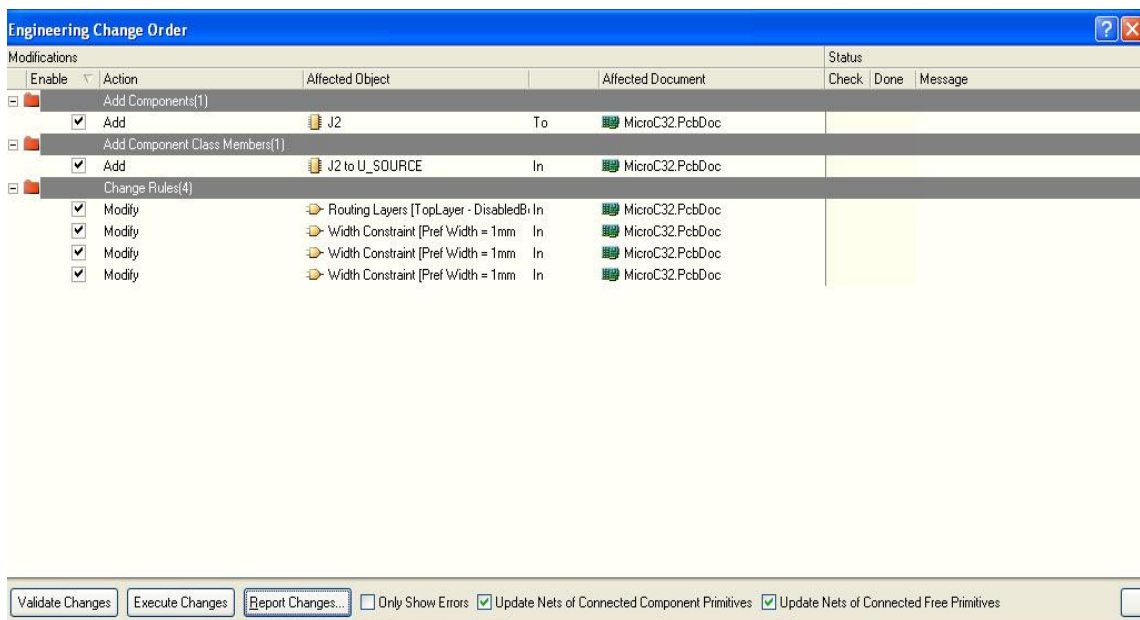

Figura 3.42 Generación de instrucciones ECO
- Al detectar errores en el proceso de transferencia a través de la ventana de Generación de instrucciones ECO. Figura 3.42